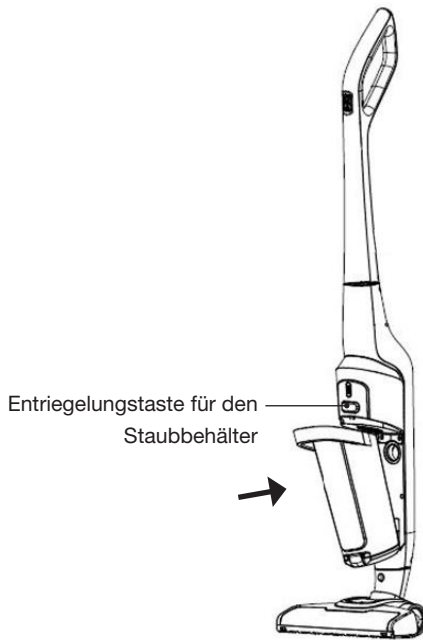

Abb. 4
5. Setzen Sie den Staubbehälter in das Gerätegehäuse ein, indem Sie zuerst die Unterseite ausrichten und die Oberseite am Gerätegehäuse befestigen, bis er mit einem hörbaren Klicken einrastet (siehe Abb. 4).
Um den Staubbehälter aus dem Gerätegehäuse zu nehmen, drücken Sie auf die Entriegelungstaste (Abb. 4).